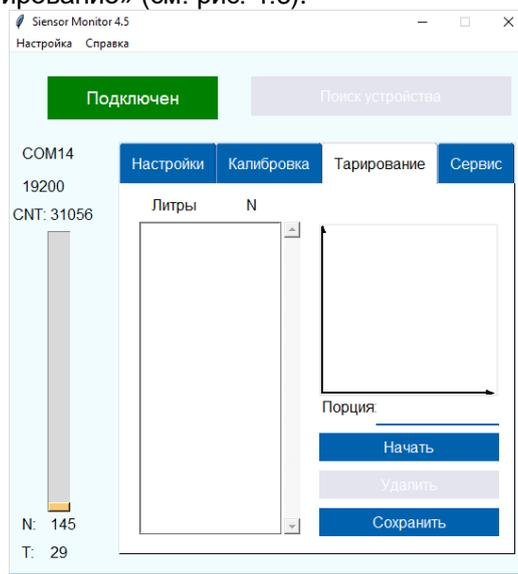

Рис. 4.3 Программа «Sensor Monitor» – вкладка «Тарирование»
- Откройте вкладку «Тарирование» (см. рис. 4.3).